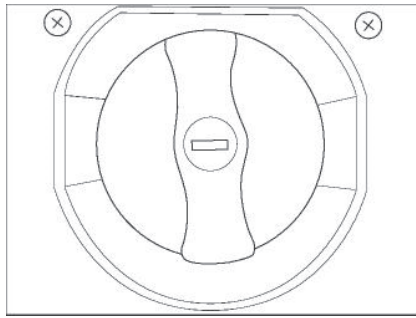

Bild 5 Verschlussdeckel für Frischwasser-Einfüllstutzen (Abb. ähnlich)
- Schlüssel in Schließzylinder (Bild 5) stecken und entgegen dem Uhrzeigersinn drehen.